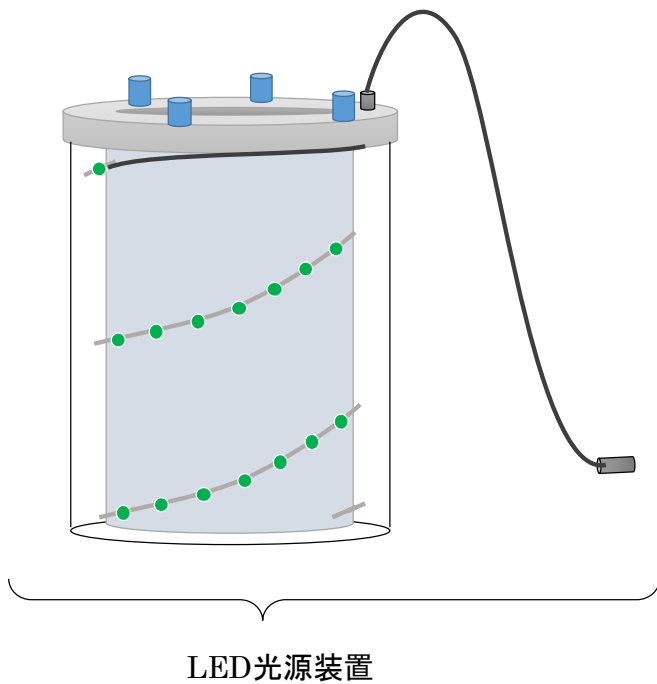

図1 1色LED予察灯光源の全体構成
- 2) (らせん LED) 内筒と外筒の間には、指定もしくはその同等品の長さ 1m 程度の緑色テープ型 LED を外側に向けて螺旋状に配置した、ドラム形の金属円筒「LED ドラム」を配置する。この LED ドラムは後述する上蓋の下側に取り付けられるようにする。この LED の螺旋状配置は、図 1 に示すように、それぞれほぼ 2 回転の螺旋状に配置する。LED ドラムへ DC12V が供給可能なように、上蓋を貫通する電源線(フィードスルー等のコネクタを用いてもよい)に容易に接続できるよう、適当な長さのコードの先端にコネクタを配すること。